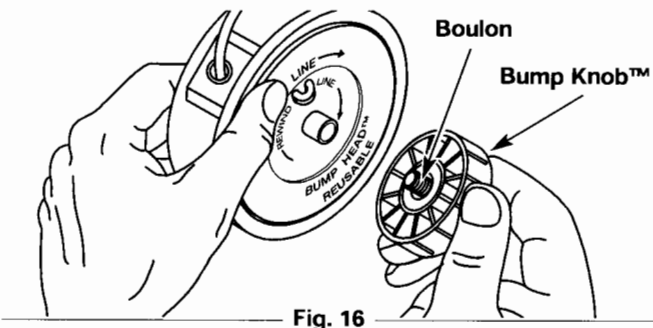

Fig. 16
1. Tenez la bobine extérieure d'une main et dévissez le bouton de butée vers la gauche (Fig. 16). Inspectez le boulon à l'intérieur du bouton de butée pour vous assurer qu'il se déplace librement. Remplacez le bouton de butée s'il est endommagé.